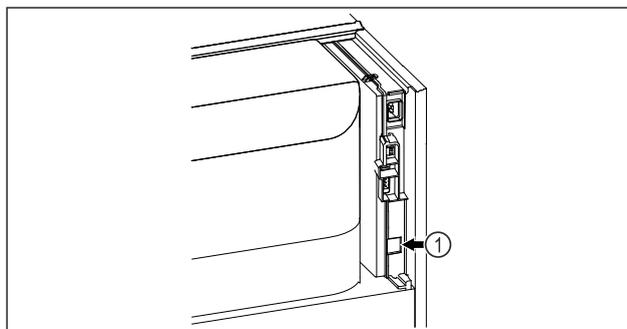

Fig. 139
- Le SmartModule *Fig. 139 (1)* est installé.